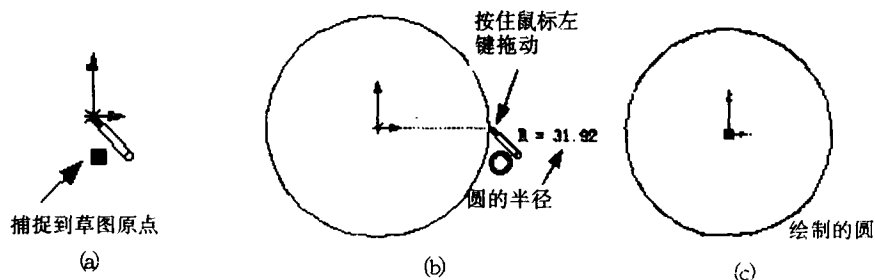

图1.10
- (3)移动鼠标到草图原点,当光标变为形状时表明已经捕捉到草图原点,如图1.10(a)所示。按下鼠标左键并拖动,拖动时SolidWorks会提示当前位置圆的半径,如图1.10(b)所示。当半径大约等于30时松开鼠标,即绘制了一个半径大约为30的圆,如图1.10(c)所示。